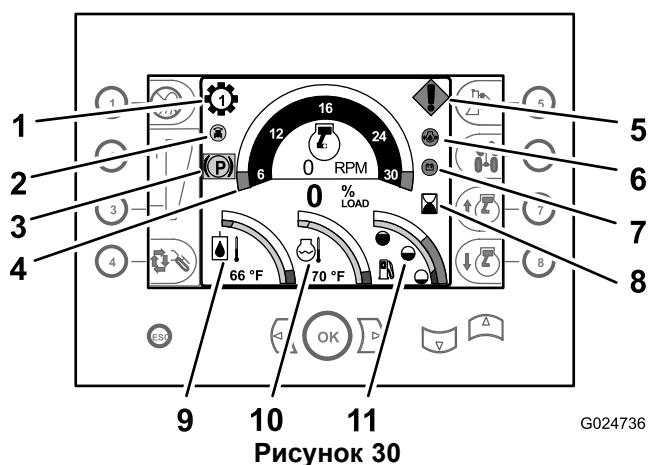
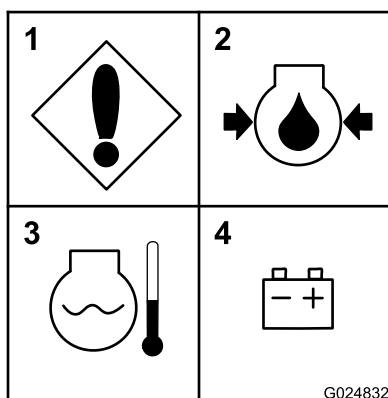

Рисунок 30
Рисунок 31
- **Индикатор включения передачи** – этот индикатор показывает, какая передача выбрана в трансмиссии (с 1 по 4), он отображается выше и левее тахометра (Рисунок 30).
- **Индикатор автоматического наклона 0** (дополнительный комплект) – Индикатор «Включено/выключено» показывает, действует ли функция автоматического наклона. Индикатор автоматического наклона расположен непосредственно ниже и левее индикатора включения передачи (Рисунок 30).
- **Тахометр** – тахометр показывает скорость вращения двигателя в оборотах в минуту (об/мин). Тахометр отображается в верхней средней части дисплея центра управления (Рисунок 30).
- **Счетчик часов работы** – счетчик часов работы показывает общую наработку двигателя в часах. Он отображается в центре правой части дисплея управления, справа от тахометра (Рисунок 30).
- **Индикатор температуры гидравлической жидкости** – этот индикатор показывает рабочую температуру гидравлической жидкости и отображается в нижней левой части дисплея центра управления (Рисунок 30).
- **Индикатор температуры охлаждающей жидкости** – этот индикатор показывает температуру в системе охлаждающей жидкости двигателя. Он отображается в нижней средней части блока приборов (Рисунок 30).
- **Индикатор уровня топлива** – Этот индикатор показывает оставшийся уровень топлива в баке и отображается в нижней правой части дисплея центра управления (Рисунок 30).
- Ошибка машины или двигателя** – Это сообщение появляется, если возникает нарушение в работе машины или двигателя. Причина неисправности показывается в разделе диагностики панели приборов (Рисунок 30 и Рисунок 31).
- Низкое давление масла в двигателе** – Это предупреждающее сообщение отображается, когда в двигателе давление масла отсутствует или слишком низкое (Рисунок 30 и Рисунок 31).
- Перегрев двигателя** – Это сообщение появляется при перегреве двигателя (Рисунок 30 и Рисунок 31).
- Проверьте генератор или аккумуляторную батарею** – Это сообщение появляется, если генератор не заряжает аккумуляторную батарею (Рисунок 30 и Рисунок 31).